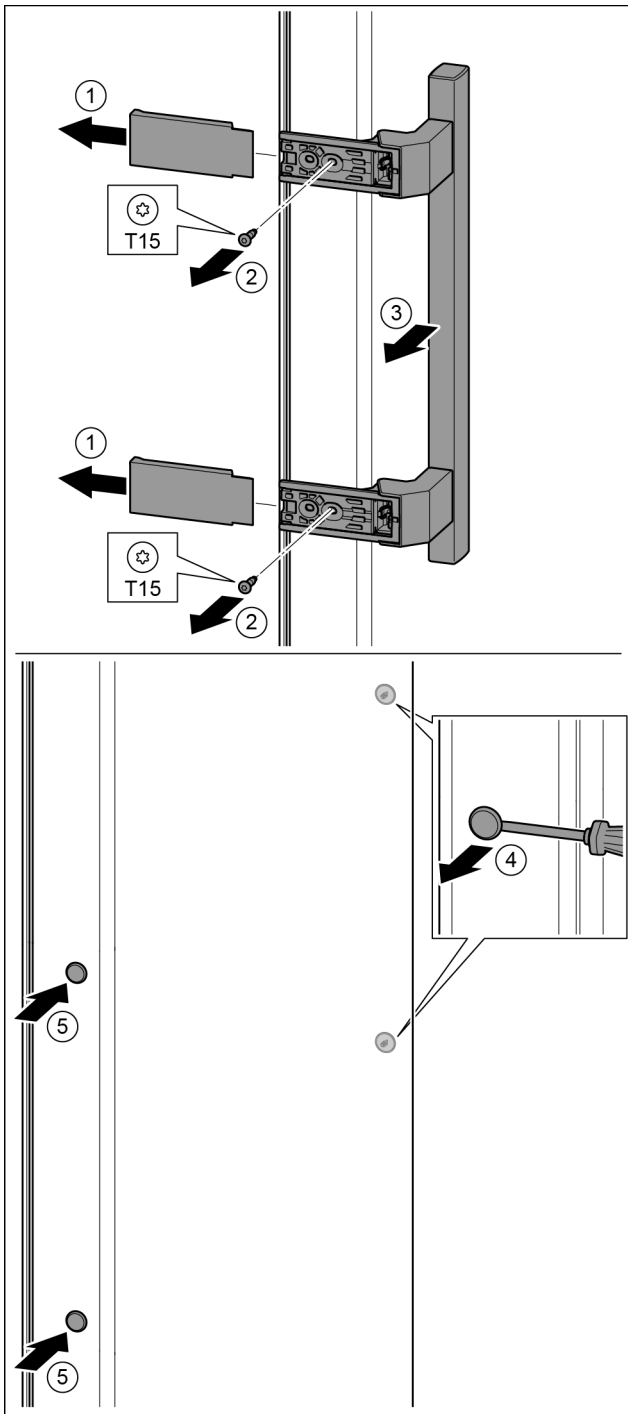

Fig. 33
- ▶ Stáhněte kryt. Fig. 33 (1)
- ▶ Šroubovákem T15 vyšroubujte šrouby. Fig. 33 (2)
- ▶ Sejměte madlo. Fig. 33 (3)
- ▶ Postranní zátku opatrně plochým šroubovákem nadzvedněte a vytáhněte. Fig. 33 (4)
- ▶ Zátku opět vložte na druhé straně. Fig. 33 (5)